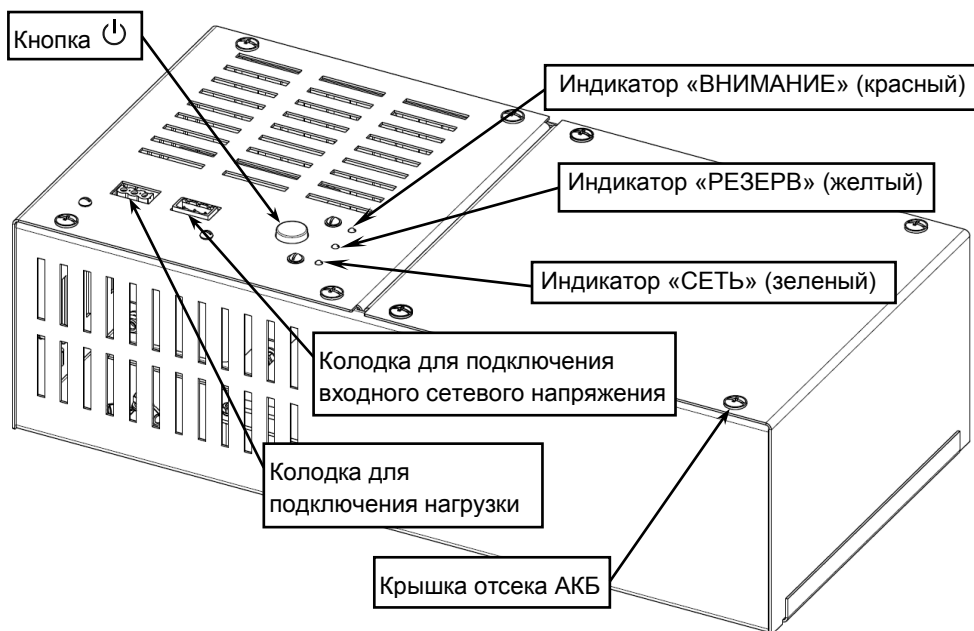

Рисунок 1 — Общий вид изделия
Светодиодные индикаторы, расположенные на крышке корпуса (см. рисунок 1), обеспечивают индикацию режимов работы источника и состояния АКБ:
Включение изделия осуществляется кнопкой  (см. рисунок 1). После включения, изделие в течение нескольких секунд тестирует состояние входного сетевого напряжения, звучит длинный звуковой сигнал, все индикаторы светятся. Если уровень сетевого напряжения находится в допустимом диапазоне, изделие подключает нагрузку к источнику сетевого напряжения, индикаторы «РЕЗЕРВ» и «ВНИМАНИЕ» гаснут, индикатор «ОСНОВНОЙ» остается включенным. В противном случае изделие питает нагрузку от АКБ (режим «РЕЗЕРВ»).
- Включить изделие выключателем (см. рисунок 1).
Отключить сетевое напряжение. Изделие должно автоматически выполнить переход на резервное питание нагрузки от АКБ. Индикатор «СЕТЬ» погаснет, индикатор «РЕЗЕРВ» включится (см. рисунок 1).
Включить изделие выключателем. Изделие выполнит те же действия, что и при работе от сети, за исключением того, что питание нагрузок осуществляется от АКБ. Изделие сразу перейдет в режим «РЕЗЕРВ», индикатор «РЕЗЕРВ» включится (см. рисунок 1).